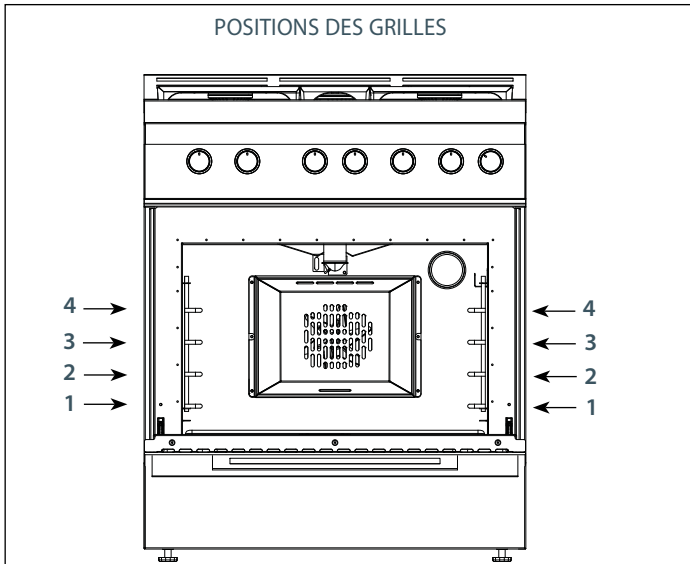

Fig. 20
2. Placez les grilles du four dans la bonne position avant d'allumer le four. Consultez votre recette pour connaître la bonne position de la grille. La position la plus utilisée est la position numéro 2 (les aliments doivent être au centre du four pour que l'air puisse circuler). Les positions des grilles sont numérotées de bas en haut comme les étages d'un bâtiment (Fig. 20).